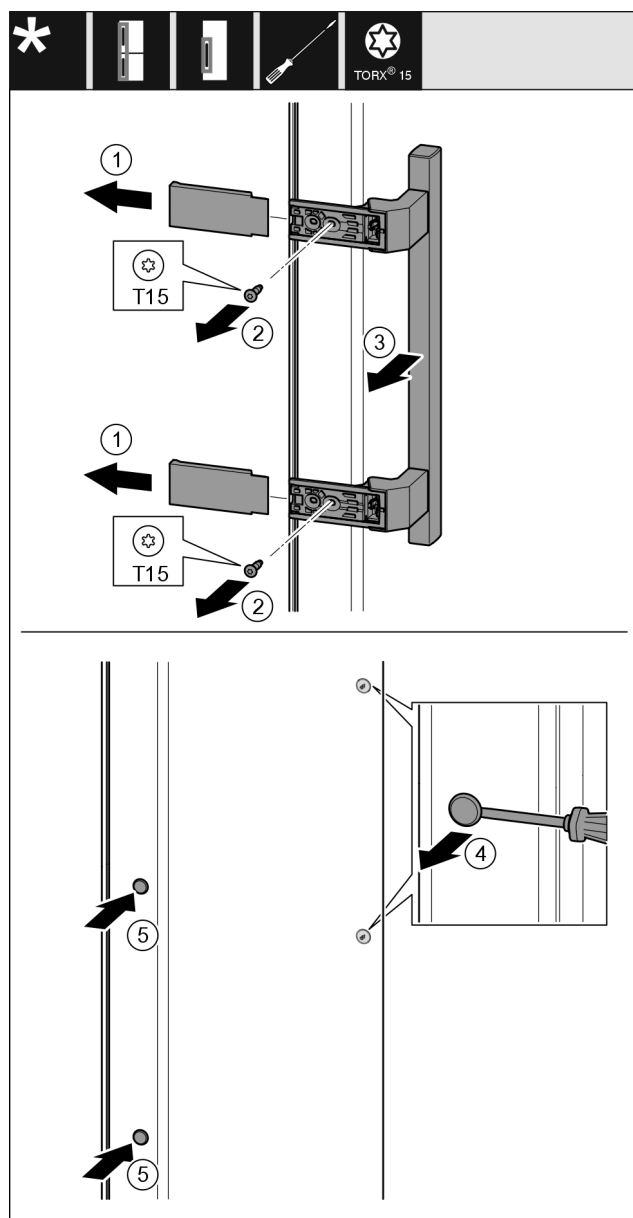

Fig. 25
- Retirer le cache Fig. 25 (1).
- Retirer les vis Fig. 25 (2) avec un tournevis.
- Retirer la poignée Fig. 25 (3).
- Soulever et retirer avec précaution le cache latéral Fig. 25 (4) avec un tournevis plat.
- Replacer le cache Fig. 25 (5) de l'autre côté.